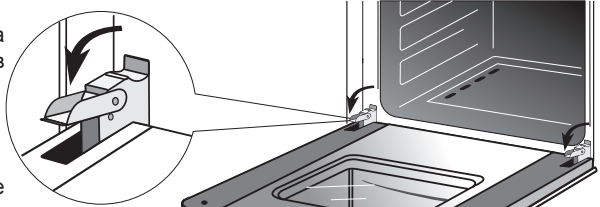

Рис. 17
- поднимите и поверните до упора рычаги, расположенные на двух шарнирах (рис. 17),